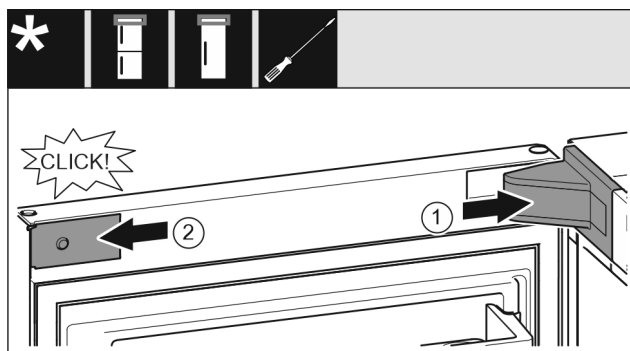

Fig. 64
- ▶ Nasadte a zaklapněte kryt stojanu ložiska Fig. 64 (1), příp. opatrně přitlačte od sebe.
- ▶ Z boku nasadte zásepku Fig. 64 (2) a zaklapněte.